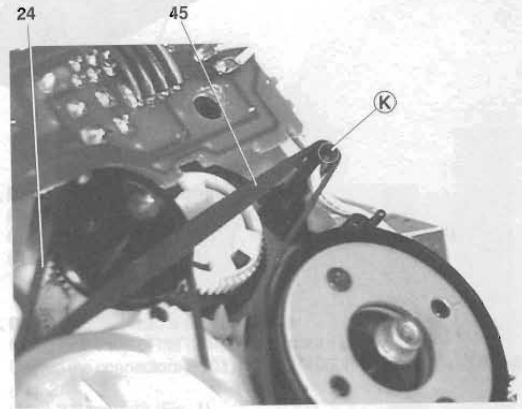

Fig. 9
- Nehmen Sie den Antriebsriemen 45 von der Motorriemenscheibe und legen Sie ihn über den hochstehenden Bolzen (K) (Fig. 9).
- Take off the drive belt 45 from the motor pulley and put it around the upright bolt (K) (Fig. 9).